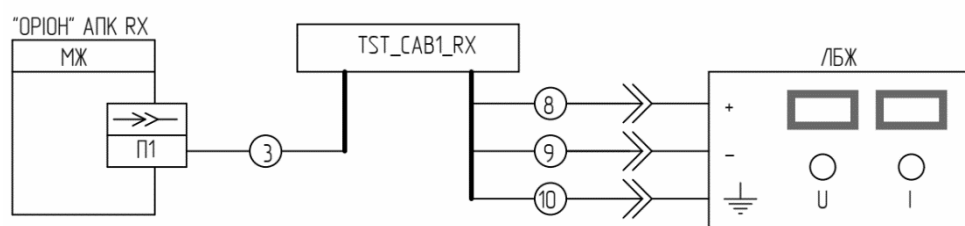

Рисунок 8.8.1 – Підключення «ОРИОН» АПК RX до ЛБЖ
- 2) Підключити «ОРИОН» АПК RX до і ЛБЖ з допомогою тестових кабелів «TST\_CAB1\_RX» (див. рисунок 8.8.1);